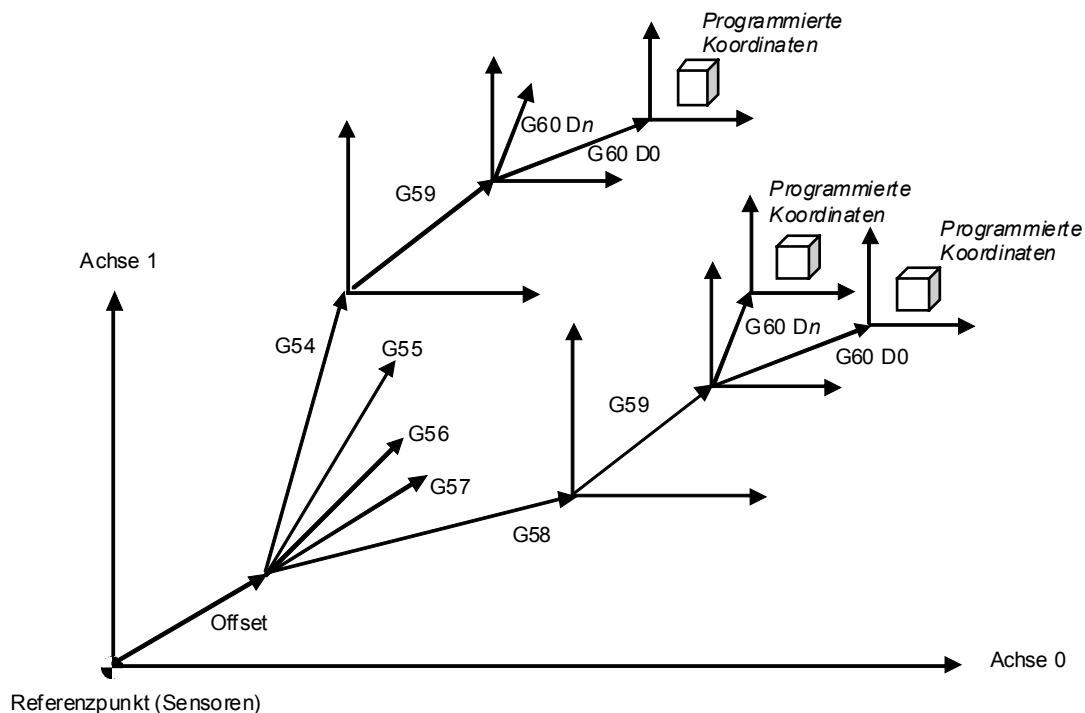

Abbildung 4.1.1-1 Koordinatensystem für 2 Achsen 0 und 1
- Die Abbildung 4.1.1-1 muss auf die Anzahl der aktiven Achsen erweitert werden.